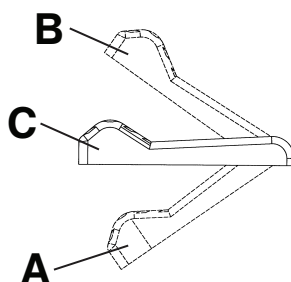

Figura 1 – Pedale del freno
Per inserire il freno, spingere verso il basso il pedale freno/sterzo (A) (Figura 1). Spingere il prodotto per assicurarsi che il freno funzioni.